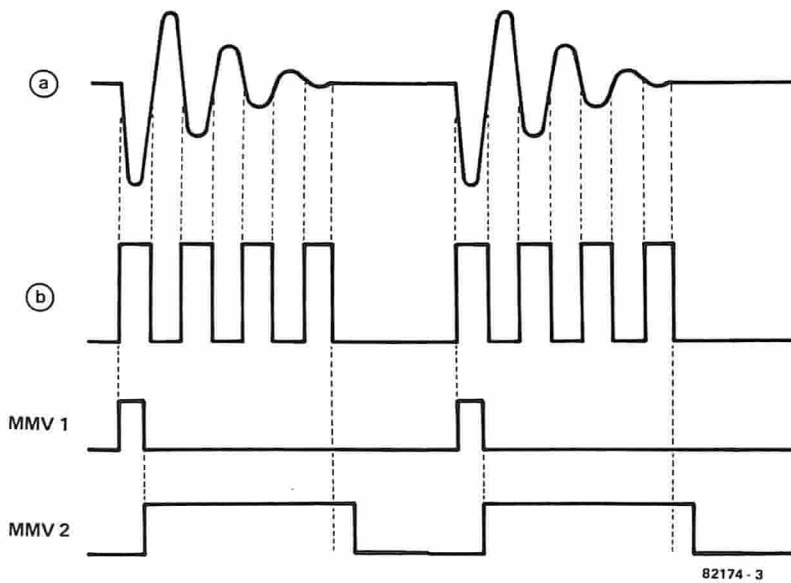

Figura 3. Segnali presenti ai vari punti del circuito:
P1 dovrà essere regolato in modo che questi caratteri possano essere correttamente letti dal nastro. Ciò potrà essere osservato sul display: le configurazioni che dovranno apparire su quest'ultimo sono pubblicate sulla figura 3 dell'articolo apparso il mese scorso, che riguardava il "software sofisticato". P1 sarà correttamente regolato quando la situazione mostrata nel secondo disegno della figura 3 apparirà stabilizzata, cioè quando il display non continuerà a saltellare tra le figure 1 e 2.
re del registratore a cassette, regolare poi il volume a mezza corsa: si accenderà il LED verde. Una volta raggiunta la sezione del nastro che precede i caratteri di sincronizzazione, apparirà sul display il gruppo di caratteri "1" della figura 3 dell'articolo sul software pubblicato il mese scorso. Questa scritta apparirà lampeggiante! Una volta completata la lettura dei caratteri di sincronizzazione, potrà essere finalmente tarato il PLL.
La figura 2 mostra la versione pratica del principio riassunto nello schema a blocchi (figura 1). I componenti necessari sono, in linea di massima, soltanto due circuiti integrati: IC1 contiene quattro amplificatori operazionali, dei quali solo tre sono utilizzati; IC2 contiene i due multivibratori monostabili. Il primo amplificatore operazionale serve da amplificatore per il segnale del tamburo proveniente dal trasduttore (altoparlante o microfono). Il guadagno è fissato ad un valore 10 mediante il circuito di controreazione $R1/R2$. Esso potrà essere variato mediante un potenziometro semifisso che sostituisca la resistenza $R2$. L'ingresso a bassa impedenza del circuito è predisposto per il collegamento di altoparlanti e di microfoni a bassa impedenza (dinamici oppure ad elettret con convertitore di impedenza integrato). All'uscita di A1, due diodi (D1,D2) suddividono il segnale su due percorsi: uno per le semionde positive ed uno per le semionde negative. Le semionde negative sono applicate, tramite D1, ad un altro amplificatore A2 che, grazie al suo elevatissimo guadagno (100 x) è sovrapilotato e fornisce all'uscita impulsi ad onda quadra. Questi impulsi che appaiono all'uscita TR hanno un'ampiezza di +15 V mentre all'altra uscita TR la loro ampiezza sarà di +5 V. Questi livelli di gate sono adatti a pilotare tutti i normali sintetizzatori. Il fatto che, ad ogni battuta del tamburo, appare un intero treno di impulsi all'uscita di gate non causa normalmente alcun problema, perchè i generatori di inviluppo del sintetizzatore partono esclusivamente al primo fronte positivo di impulso, sviluppando in seguito il loro inviluppo senza essere influenzati dai successivi impulsi di trigger. Se ciò dovesse costituire però un problema, si potrà anche usare il segnale al piedino 9 oppure al piedino 13 di IC2 come impulso di gate a +5 V. Come illustrato nel diagramma degli impulsi di figura 3, in questi punti è presente un impulso di maggior lunghezza, che appare soltanto una volta ad ogni battuta di tamburo. IC2 è un doppio multivibratore monostabile TTL. Il primo monostabile parte in corrispondenza all'impulso proveniente dall'uscita TR +5 V che è collegata al piedino 10 di IC2. Questo primo monostabile eroga alla sua uscita (piedino 5) un breve impulso che manda in conduzione il transistor T1. Ciò provoca la scarica del condensatore C2 alla prima semionda del segnale del tamburo. Alla fine di questo impulso di scarica, T1 ritorna all'interdizione; il condensatore C2 è ora pronto ad essere caricato e riceve, tramite il diodo D2, la tensione di picco della successiva semionda positiva proveniente dall'uscita dell'amplificatore di ingresso. D2 evita che il condensatore si scarichi e la tensione viene mantenuta costante fino alla successiva battuta del tamburo. L'alta impedenza di ingresso dell'amplificatore operazionale A3, che è utilizzato come buffer per il condensatore C2, garantisce un'adeguata stabilità allo stadio di memorizzazione. Una tensione di controllo bufferizzata (CV) è presente all'uscita di A3.